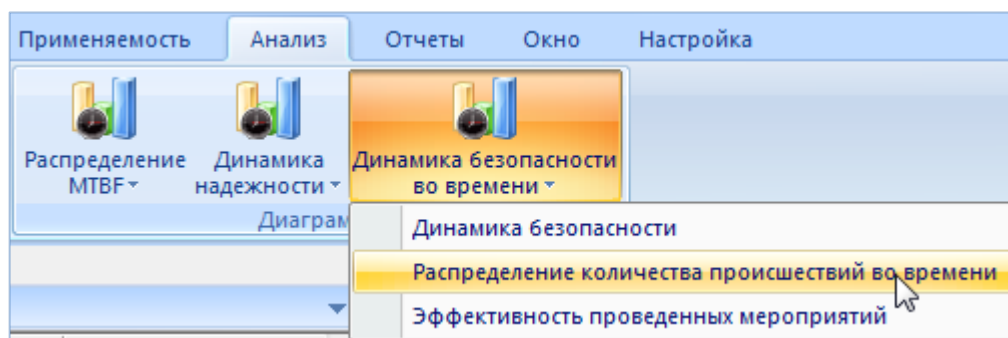

Рис. 31-8 – Выбор диаграммы по безопасности
- 3) Нажать кнопку «Динамика безопасности во времени» панели «Диаграммы» на вкладке «Анализ» и выбрать пункт «Распределение количества происшествий во времени» (рис. 31-8).